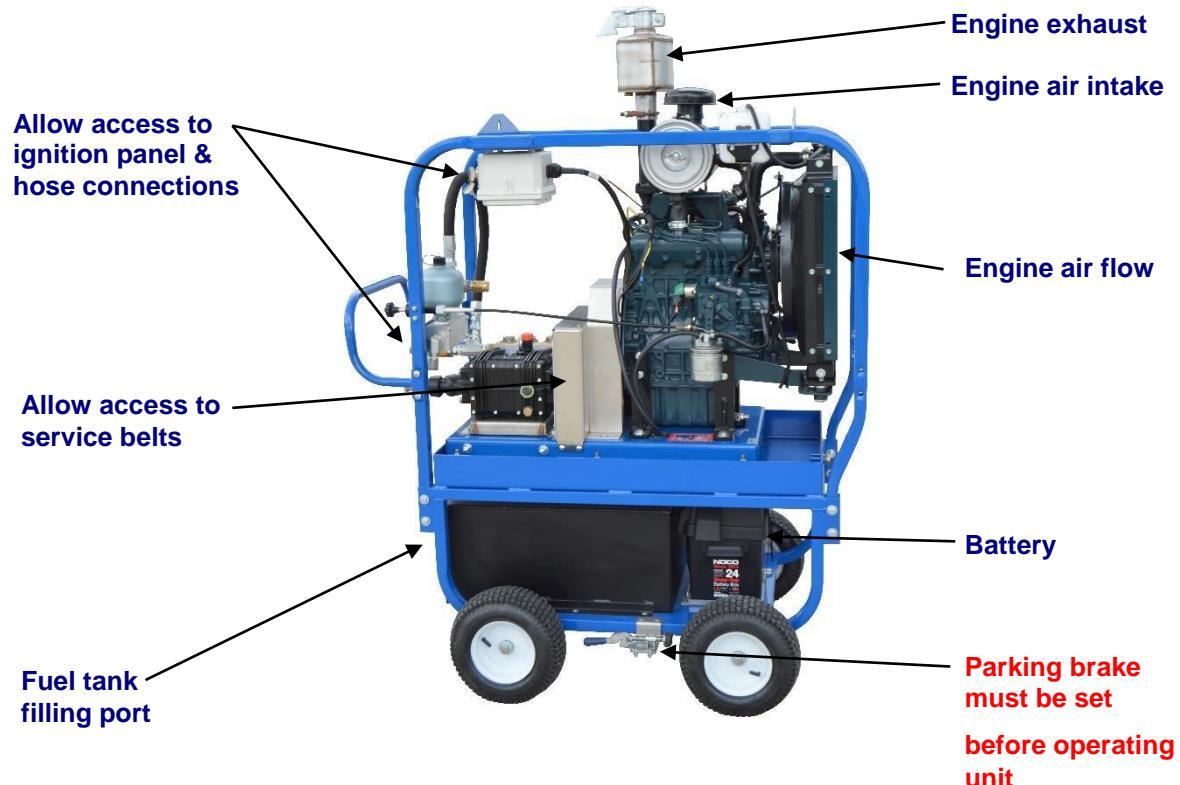

Figura 4.2 – Diretrizes de instalação
| Figura 4.2 - Diretrizes de instalação | 14 |
* **Instalações fechadas exigirão disposições para fluxo de ar de refrigeração apropriado do motor e para ventilação do escape do motor. Veja Figura 4.2 abaixo.**